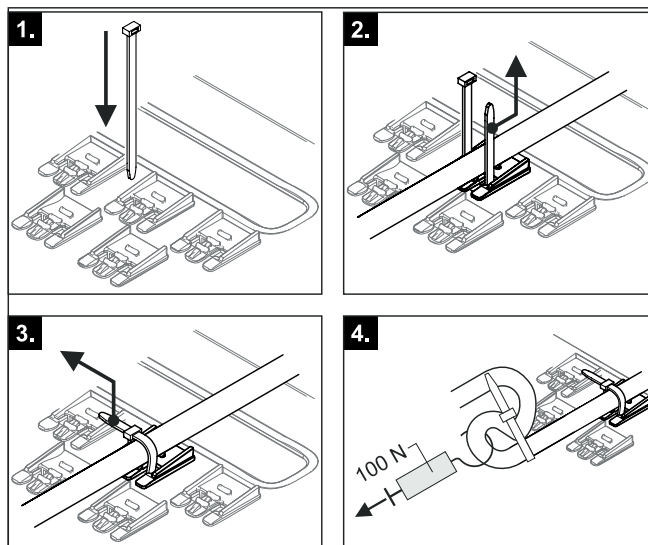

Fig. 4-34 Estabelecer e verificar alívio da tensão mecânica
- 7 Para todos os cabos ligados à Daikin Altherma EHS(X/H), é necessário assegurar no exterior da carcaça da regulação um alívio da tensão mecânica eficaz através de abraçadeiras de cabos (passo 1 – 3, Fig. 4-34).
- 8 Verificar a força de retenção do alívio da tensão mecânica (passo 4, Fig. 4-34).